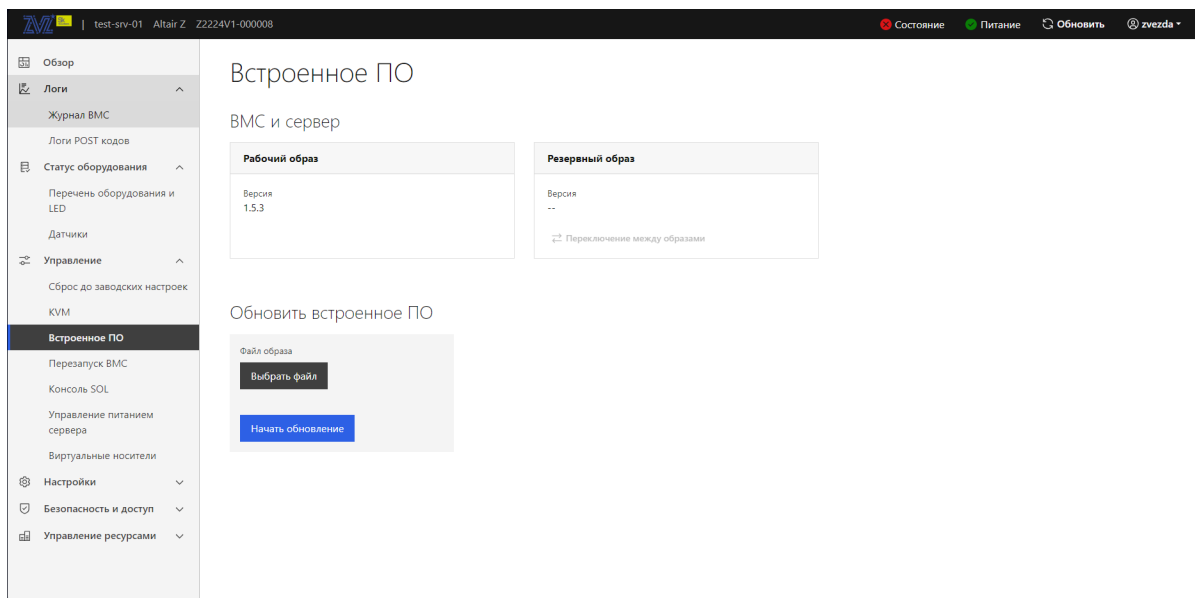

Рис. 90. Окно «Встроенное ПО»
- 2) Пройдите во вкладку «Управление» → «Встроенное ПО». Окно показано на рис. 90 Окно «Встроенное ПО»